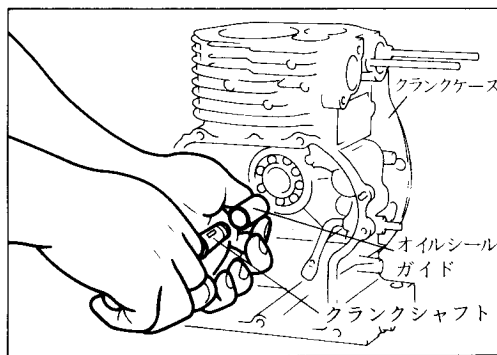

Fig. 5-4-1
- (a) クランクシャフト用オイルシールガイドをクランクシャフト先端に組付け Fig 5-4-1の様にしてクランクケースに組付けます。